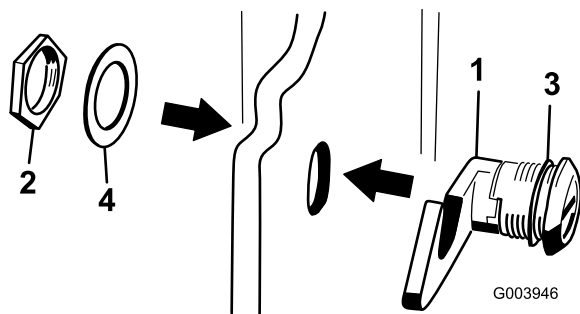

Figura 6
3. Retire a porca do trinco do capot (Figura 6).